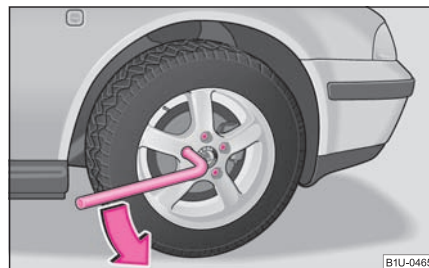

Fig. 163 Înlocuirea roții: Slăbirea șuruburilor de roți
- Prindeți cu mâna capătul cheii* și rotiți șurubul cca. 6 rotații spre stânga ⇒ fig. 163.